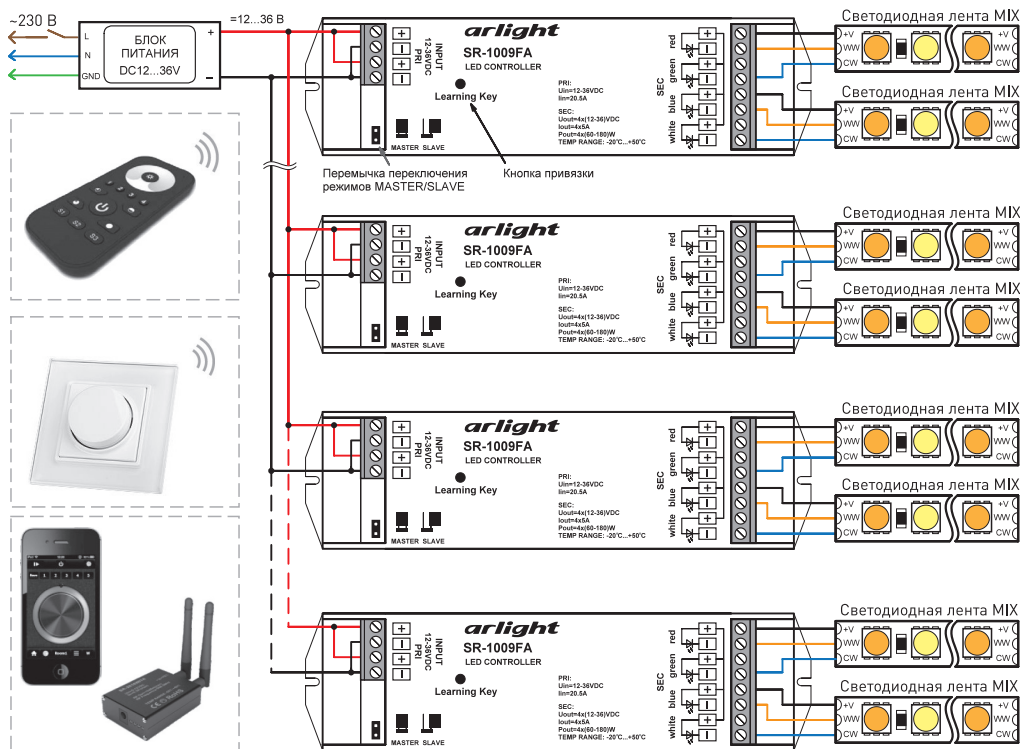

Рис. 1. Схема подключения на примере контроллера SR-1009FA.
- 3.4. Подключите контроллеры и светодиодную ленту (см. инструкцию к контроллеру). Подключение оборудования на примере контроллера SR-1009FA приведено на Рис.1.